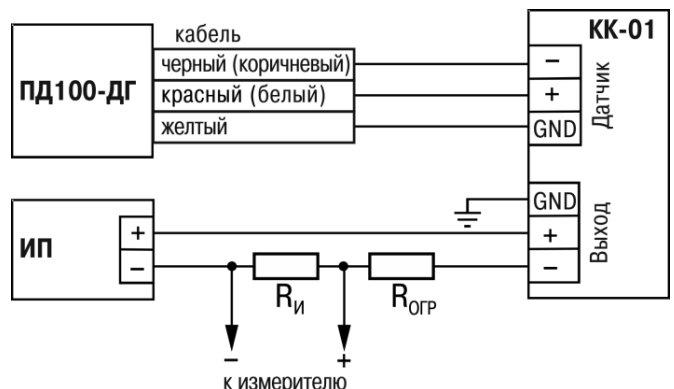

Рисунок 4 – Схема подключения
- 2) продеть кабель от датчика ОВЕН ПД100-ДГ через кабельный ввод 3 и закрепить провода кабеля на плате 4 в винтовом разъеме «Датчик» в соответствии со схемой (см. рисунок 4);
- 4) продеть сигнальный кабель через кабельный ввод 5 и закрепить провода в винтовом разъеме «Выход» в соответствии со схемой (см. рисунок 4) и затянуть гайку кабельного ввода 5;